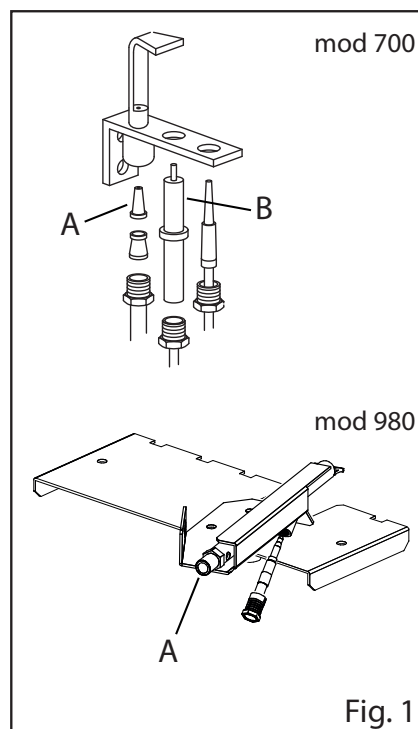

Fig. 1
- Remplacer l'injecteur pilote (Fig. 1/A) avec celui correspondant au gaz choisi conformément à ce qui est reporté dans le tableau de référence.